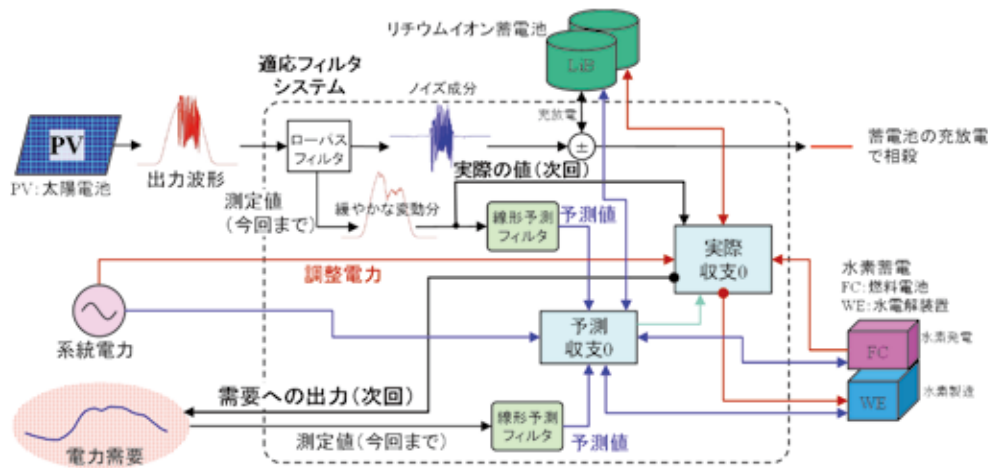

図1 適応フィルタを用いた逐次の需給マッチング回路
適応フィルタを用いた供給マッチング回路を図1に示す。①のPV発電出力の平準化は、適応フィルタシステム初段のローパスフィルタ（LPF）で高周波信号を分離し、リチウムイオン蓄電池（LiB）の充放電で相殺して行う。②のPV出力と電力需要の予測は線形予測フィルタ（LePF）で行う。LePFは過去1年間の電力測定値から次回の電力値を予測する。③の先行制御は、予測値に基づいてLiB充放電電力と水素蓄電入出力電力の配分値を決定し、遅延時間を見込んでLiBと水素蓄電に制御信号を送出する。